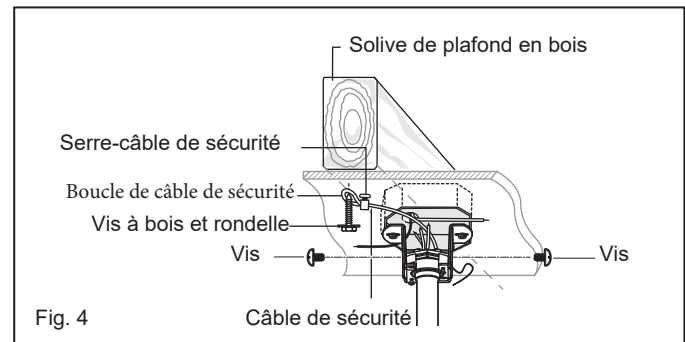

Fig. 4
**8** Placez l'ensemble boule de suspension/tige de suspension dans la douille du support de montage. (Fig.4)
- 2 Connectez les fils noirs du commutateur dans le berceau A aux fils noirs dans le boîtier de commutation. Fil d'entrée chaud vers l'un des fils du commutateur du socle. Le fil d'alimentation du ventilateur est connecté au fil de l'interrupteur restant. (Fig. 4)